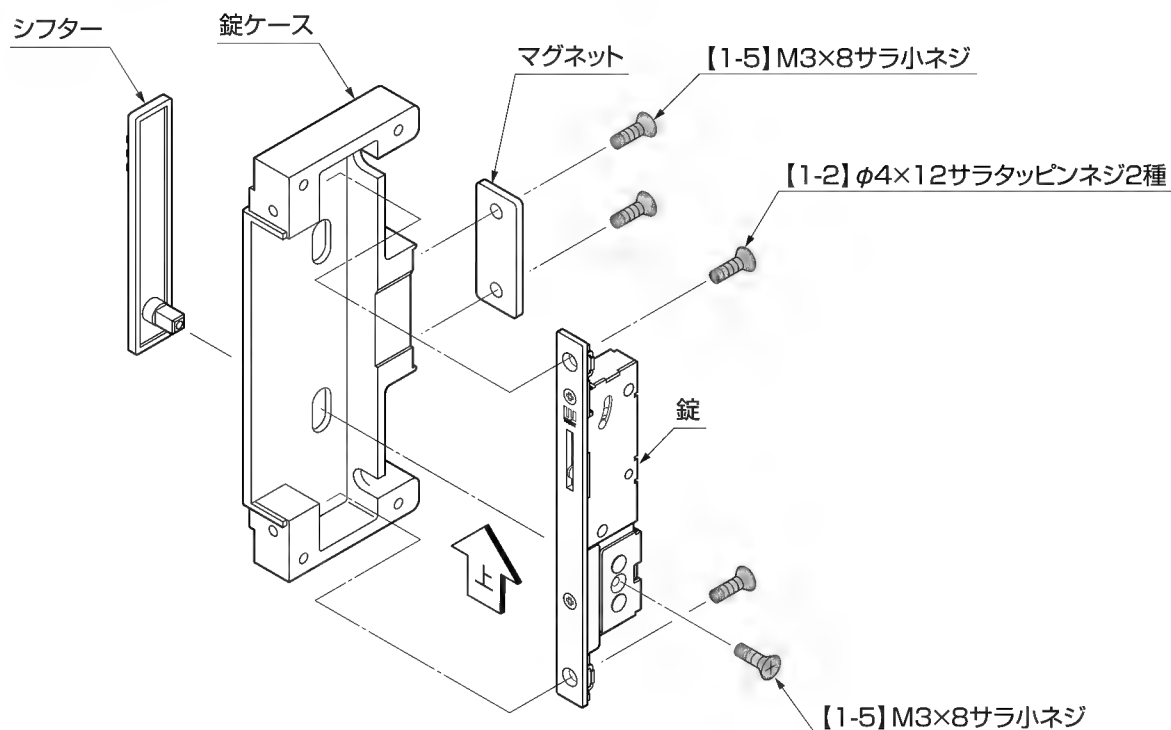

図7-1
- ②錠ケースに錠を【1-2】で取付けてください。(図7-1参照)
- ③錠ケースにマグネットを【1-5】で取付けてください。(図7-1参照)
- ④勝手対応ピースの角穴にシフターを差込んで【1-5】で取付けてください。(図7-1参照)